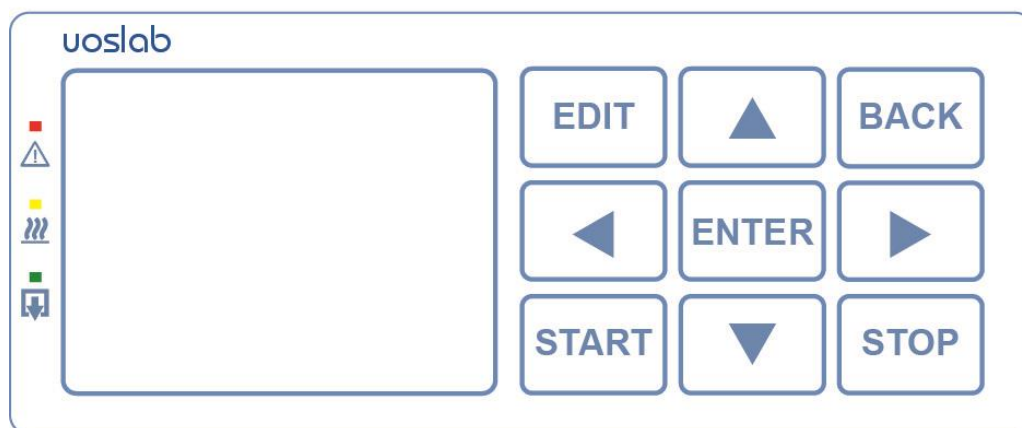

Рисунок 1 – Клавіатура шафи сушильної
6.1.2 Редагування програми, запуск і зупинка виконання програми, а також вихід з режиму редагування програми здійснюється за допомогою клавіатури (рис. 1).